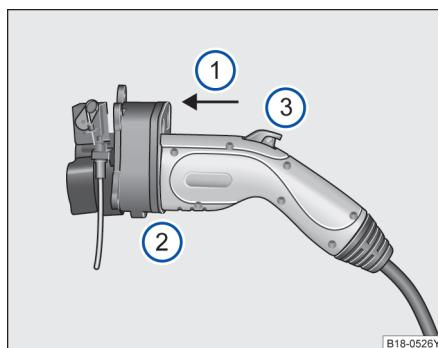

图 125 充电插头示意图
请将充电插头平行地插入充电插座→图 125①。
请将充电插头完全插入充电插座→图 125②。
请确保充电插头上的按键处于弹起状态→图 125③。